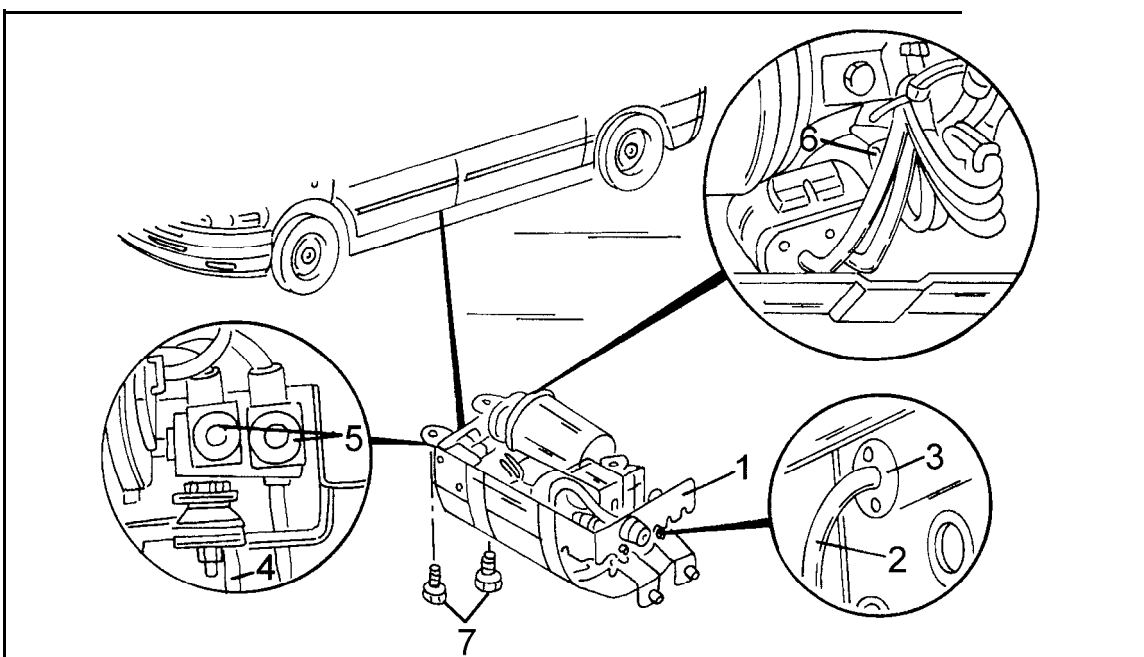

Bild 294
des Fahrzeugbodens. Beim Aus- und Einbau ist Bezug auf Bild 294 zu nehmen.
● Der Kompressor muss ausgebaut werden, wie es im letzten Kapitel beschrieben wurde. Bild 294 zeigt wo die beiden Ventile (5) an der Seite des Kompressors sitzen. Die beiden erwähnten Luftschläuche sind mit (4) bezeichnet. Als erstes Luftschlauch vom Lufttrockner in den elektromagnetischen Ventilen abschliessen. Dazu den Schnellverschluss nach innen drücken und den Schlauch abziehen.